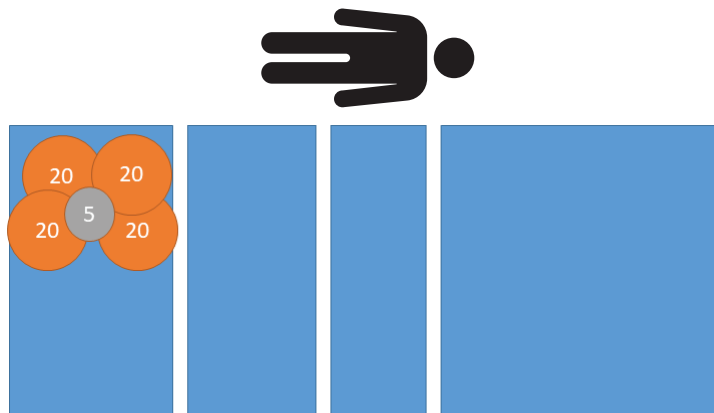

Figure 15 – Test d'excentricité - 85 kg pied droit
3. En utilisant des poids étalonnés, placer 85 kg au pied, à la droite du produit (Figure 15).